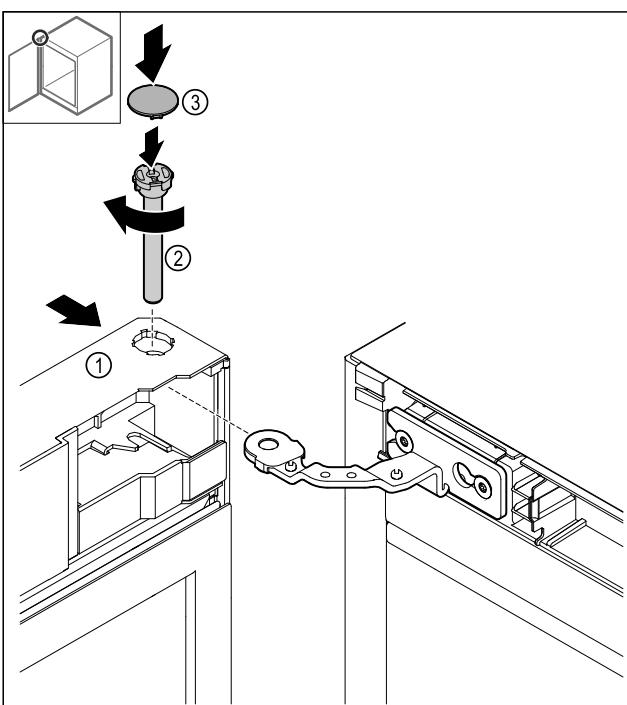

Fig. 48
- ▶ 将上部冰箱门 Fig. 48 (1)推到铰链上。
- ▶ 插入螺柱 Fig. 48 (2)并顺时针拧紧。
- ▶ 安放盖板 Fig. 48 (4)。